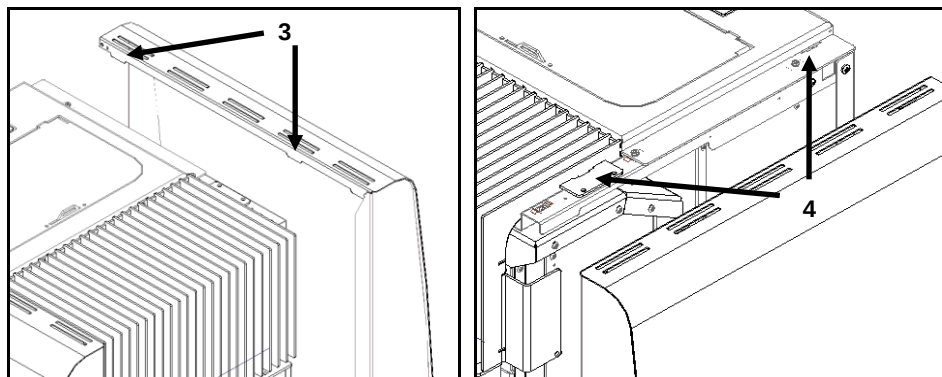

Figura 102 – Fijación de las envolventes
d) A continuación, primero enganchar los agujeros inferiores **1** de las cubiertas laterales, en las guías **2** que están en el fondo de la máquina, después en dirección descendente, encaje los apoyos **3** en las ranuras **4**, tal como se muestra en la Figura 102.